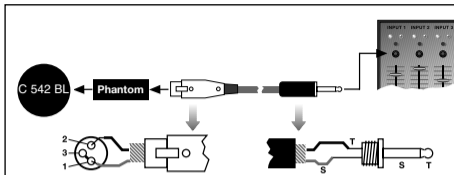

Fig. 2: Collegamento ad un ingresso asimmetrico
1. Vedi fig. 2. Nella presa XLR, collegate con un ponte a filo i contatti 1 e 3 e portateli sullo schermo del cavo.